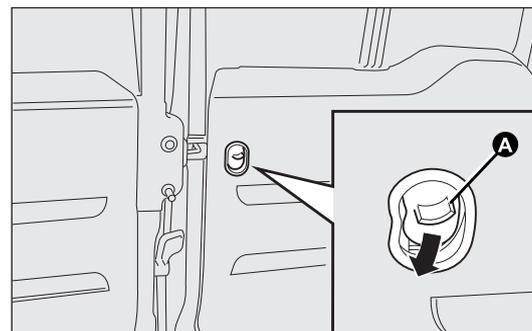

fig. 86
- agir sur le dispositif A-fig. 86 situé sur la partie intérieure de la porte à battant droite ;